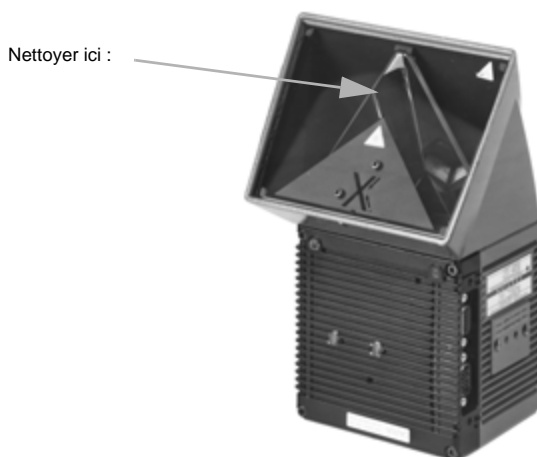

Figure 6.1 : Nettoyage de la fenêtre de lecture
- Nettoyer régulièrement la fenêtre de lecture avec un produit nettoyant doux sans addition de poudre, par ex. un liquide antistatique pour nettoyer les vitres. La Figure 6.1 indique les surfaces à nettoyer.